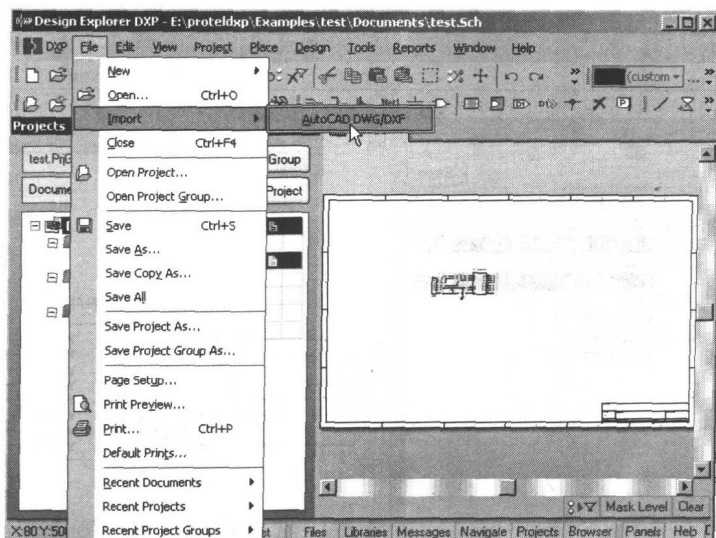

图 1-10 文档的导入
- (1) 新建或打开一个*.PRJPCB 文件。
- (2) 执行菜单命令 File|Import, 在弹出的 Import 菜单命令里单击 AutoCAD DWG|DXF 命令, 如图 1-10 所示。